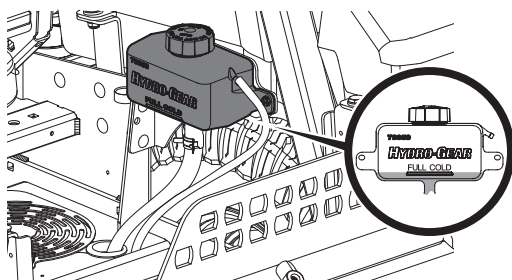

Fig. 42
2. Tournez le bouchon du réservoir dans le sens antihoraire pour le retirer, puis vérifiez le niveau d'huile dans le réservoir. L'huile doit être visible au fond de la coupelle, mais le niveau d'huile ne doit PAS être supérieur à la ligne « FULL COLD » (Fig. 42). NE REMPLISSEZ PAS LE RÉSERVOIR.